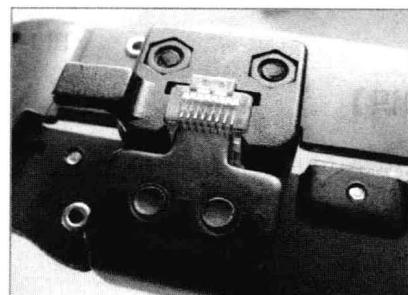

图 1-8 压制
⑥ 压制：确认所有导线都到位，并透过水晶头检查一遍线序无误后，就可以用压线钳制 RJ-45 头了。将 RJ-45 头从无牙的一侧推入压线钳夹槽后，用力握紧线钳，将突出在外面的针脚全部压入水晶头内。如图 1-8 所示。
⑦ 检测：在把水晶头的两端都做好后即可用网线测试仪进行测试，如果测试仪上 8 个指示灯都依次为绿色闪过，证明网线制作成功。如果出现任何一个灯为红灯或黄灯，都证明存在断路或者接触不良现象，此时最好先对两端水晶头再用网线钳压一次，再测，如果故障依旧，再检查一下两端芯线的排列顺序是否一样，如果不一样，随剪掉一端重新按另一端芯线排列顺序制作水晶头。如果芯线顺序一样，但测试仪在重测后仍显示红色灯或黄色灯，则表明其中肯定存在对应